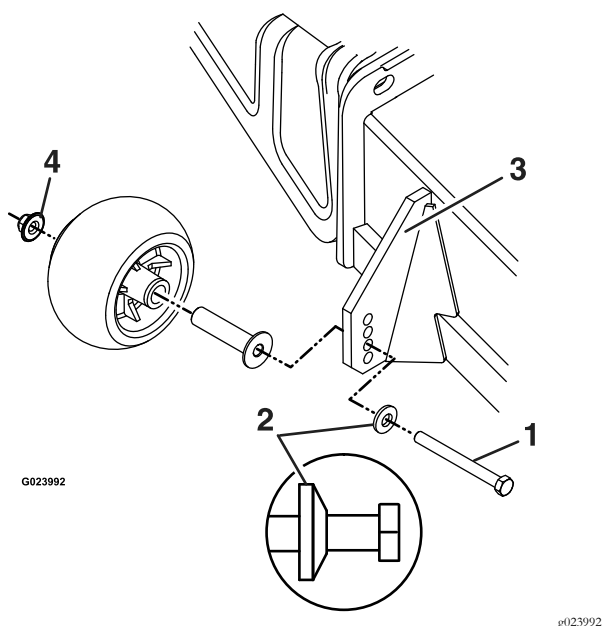

Figure 30
- A. Vérifiez que les boulons des galets, assortis de la rondelle élastique, sont en place entre la tête du boulon et le support de fixation (voir Figure 30).